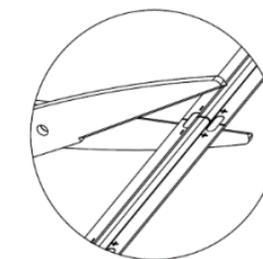

Рисунок 3.
5.3. Определите необходимую длину ленты. Ленту рекомендуется разрезать ножницами между контактными площадками для пайки. Места для резки промаркированы (см. Рисунок 3, 4). Не допускается резка ленты в других местах.